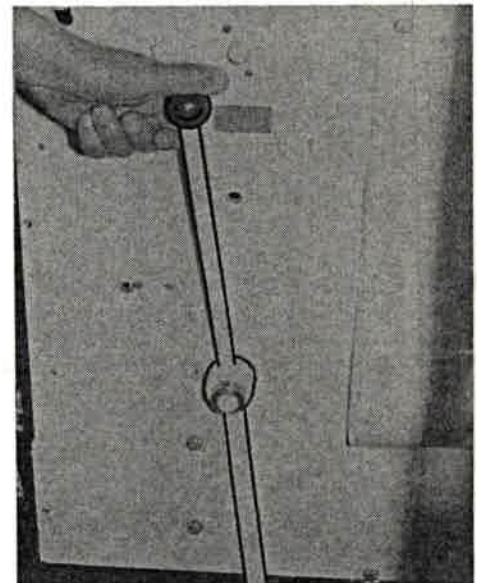

Bild 178
10. Antrieb der Dosierung am Kupplungshebel einschalten (Bild 178).